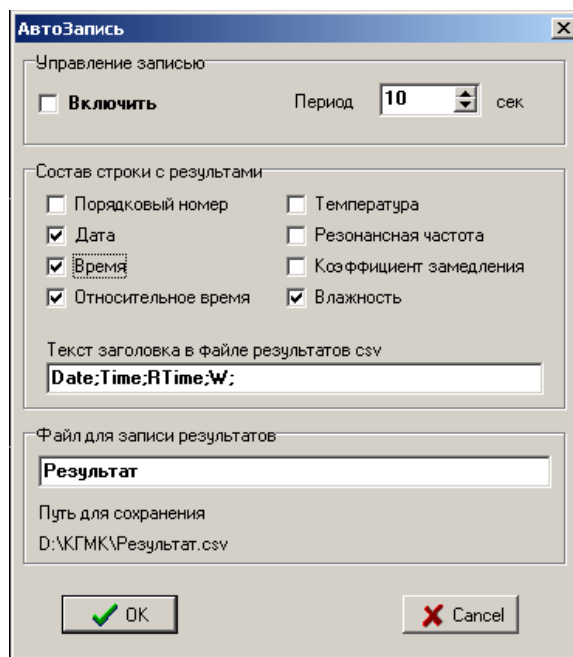

Рис.12
Для управления автоматической записью используется диалоговое окно (рис.12), доступное через меню «Инструменты|Автозапись...».
*Примечание 3.* При установке флага «Включить» в окне управления (рис.12) и нажатии кнопки «Ок» создается новый файл с указанным в окне именем, что может привести к потере записанных ранее данных. Поэтому для продолжения записи следует задать новое имя для файла записываемых вновь данных.